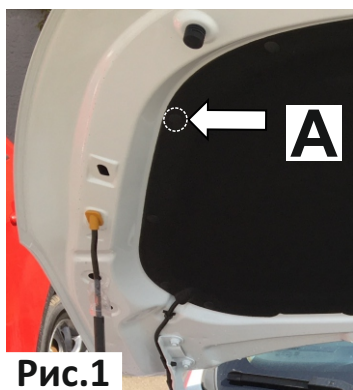

Рис.1
1. Демонтировать пистон крепления обшивки капота в позиции А (Рис.1).